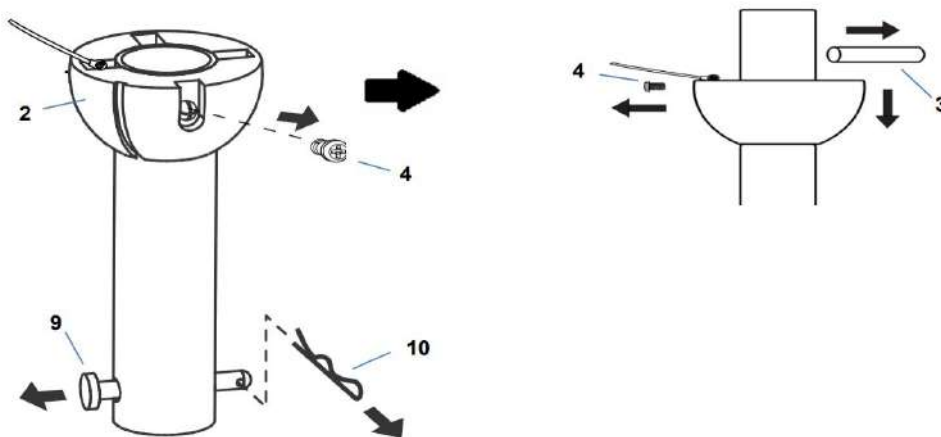

Fig. 6.1
1. Retire la junta de bola (2) y el pasador cilíndrico (3) aflojando los tornillos de fijación (4) de la varilla descendente (6). Retire el pasador de enganche (9) quitando el clip de bloqueo (10). **NOTA: No deseche estas piezas, consérvelas; se requerirá volver a armarlas más tarde. (Fig. 6.1)**